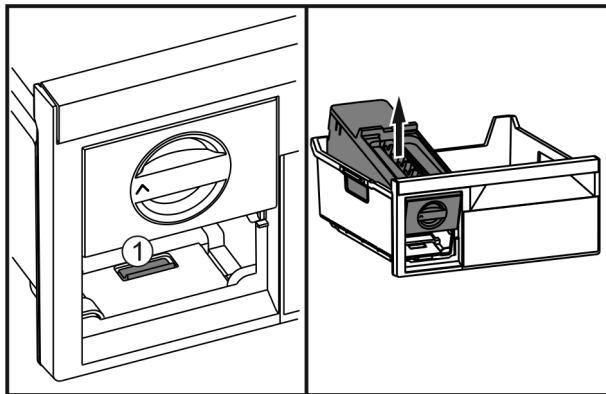

Fig. 30
- ▶ Premere la linguetta Fig. 30 (1), sollevare EasyTwist-Ice da dietro ed estrarlo dal cassetto del congelatore.